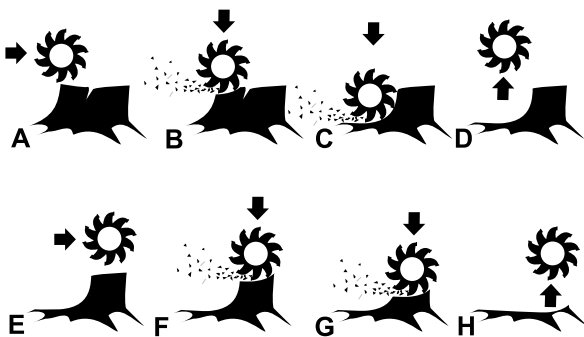

Bild 11
vor jedem Durchgang ab, bis Sie den vorderen Teil des Baumstumpfs bis auf das Bodenniveau entfernt haben (A bis D in **Bild 11**).
8. Wiederholen Sie die Schritte 5 und 7, bis Sie den Baumstumpf ganz entfernt haben (E bis H in **Bild 11**).